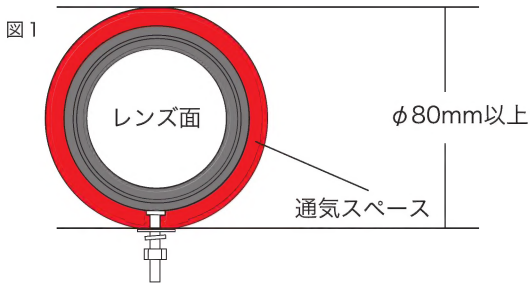

図2
- 本製品は防水対策済みですが、ライト本体から出ている配線の根元にコーキング剤を塗る事をおすすめ致します。(図2参照)